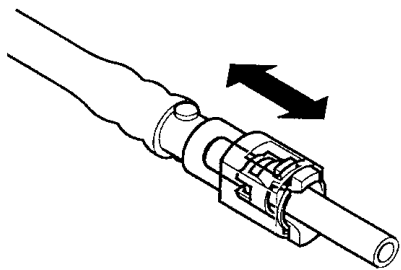

图 3-47 用拉拽法检查锁定爪是否锁死
5) 如图 3-47 所示，确信连接可靠，且锁定爪牢固地锁定到位，通过目视和拉拽插接器进行检查。